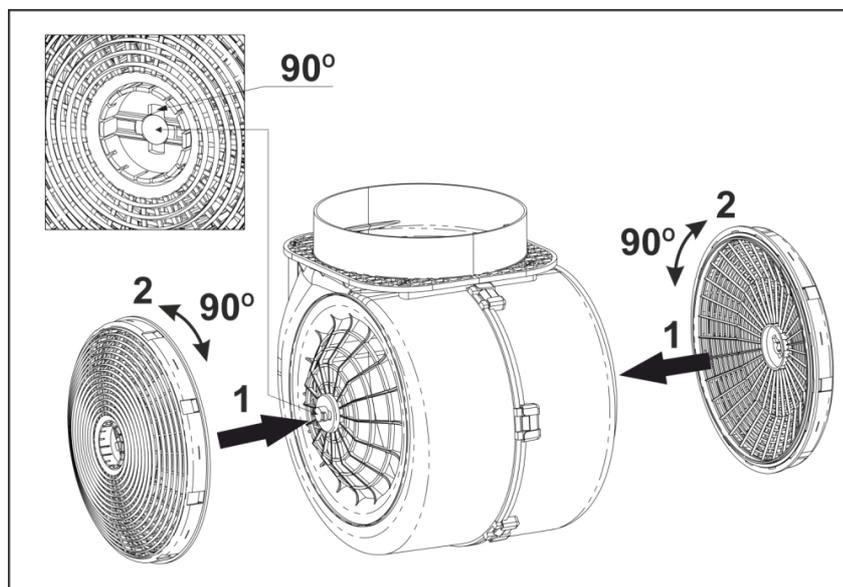

Fig.6
7.9 Les filtres à charbon (**sont achetés à part**), utilisés au régime de la recirculation **il faut remplacer tous les 3-6 mois** en fonction de l'exploitation de la hotte. Pour remplacer le filtre à charbon, vous devez suivre les étapes suivantes (Fig.6):